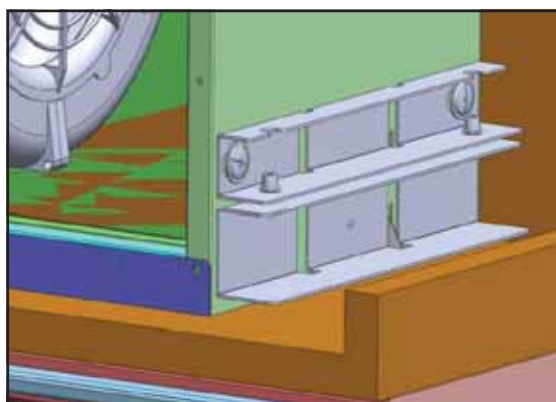

FIG.6
- 5) Fixez les supports d'installation inférieurs sous les supports d'installation supérieurs, situés des cotes gauche et droit du bâti (Fig.6).